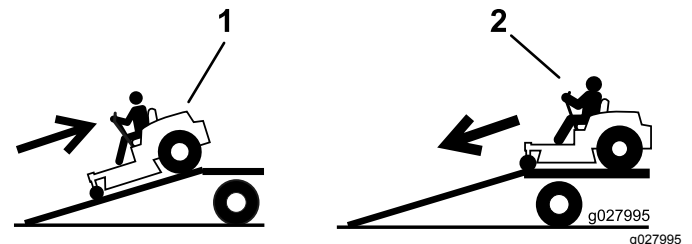

Рисунок 31
2. Перемещайте машину передним ходом при движении вниз по наклонному въезду (Рисунок 31).